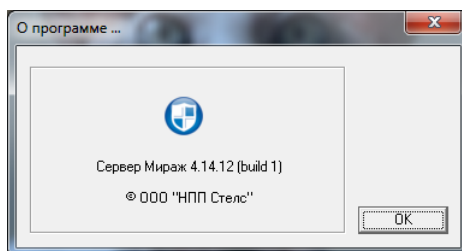

Рис. 3.16. Окно *О программе*
- **О программе:** отображение окна *О программе*, в котором указываются текущая версия сервера и правообладатель продукта — ООО «НПП «Стелс» (рис. 3.16).